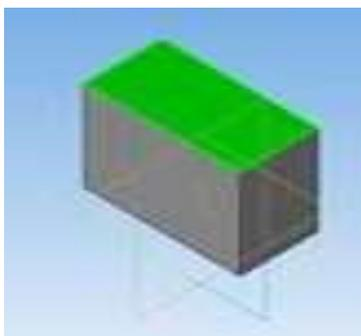

Рисунок 13.10 – Выбор поверхности для черчения
6. Выберите поверхность, на которой будете чертить (рисунок 13.10).